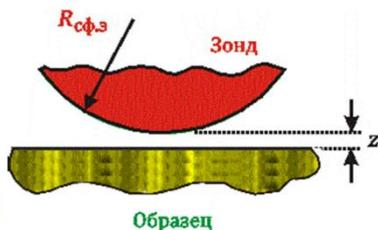
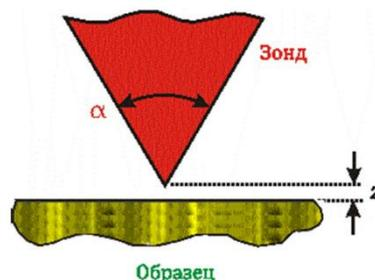

Рис. 2
Рис. 3
3. Опишите в файле ответов, как зависит ван-дер-ваальсова сила притяжения между зондом и плоской поверхностью от расстояния z между ними в том случае, когда зонд имеет форму сферы радиусом R , который существенно больше z (см рис. 2), а потенциал взаимодействия частиц не зависит от того, где они находятся – на границе тела или в его глубине. Ответ обоснуйте. (2 балла)
4. Опишите в файле ответов, как зависит ван-дер-ваальсова сила притяжения между зондом и плоским образцом от расстояния z между ними в том случае, когда острие зонда имеет форму конуса, угол при вершине которого равен α (см. рис. 3). Считайте, что острие имеет бесконечно острую вершину, а потенциал взаимодействия частиц не зависит от того, где они находятся – на границе тела или в его глубине. Ответ обоснуйте. (2 балла)
Рис. 2. Результат сканирования рельефа поверхности графита. По горизонтальной оси отложена горизонтальная координата (в нанометрах), а по вертикальной оси — высота, отсчитанная от некоторого произвольно выбранного нулевого уровня. На графике показан также перепад высот, равный 7 ангстрем, или 0,7 нм.
Рис. 3. Результат сканирования рельефа поверхности графита в масштабе микрон (μ). На цветовой шкале показано соответствие цвета изображения участка образца и его высоты над нулевым уровнем (подобно тому, как на географических картах цветом обозначается высота местности над уровнем моря).
оптическим датчиком. Сигнал с фотодиода регистрируется аналого-цифровым преобразователем с частотой дискретизации $f = 20$ кГц. С помощью этого микроскопа требуется изучить рельеф поверхности образца, состоящего из графита. Сканирование было произведено, и результат сканирования некоторого участка показан на графике (рис. 2). На рис. 3 изображён результат сканирования в более крупном масштабе (в масштабе микрон).
термитов разных видов с каплями воды на их поверхности. На рис. 2 приведены фотографии тех же крыльев при существенно больших увеличениях.
5. На рис. 2 кроме волосков присутствуют и другие элементы. Предположите, каким образом эти элементы могут влиять на несмачиваемость крыльев термита. Желательно в ответе, помимо описания, привести и схематический рисунок. *(3 балла)*